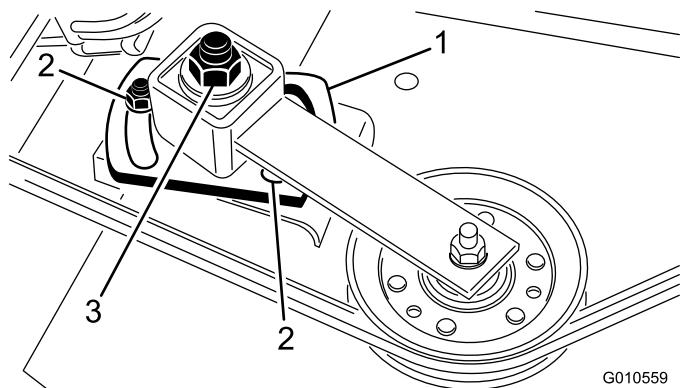

Figure 30
6. A l'aide d'une douille et d'une clé dynamométrique, serrez l'écrou de réglage de la poulie de tension à un couple de 47 à 54 Nm (Figure 30).